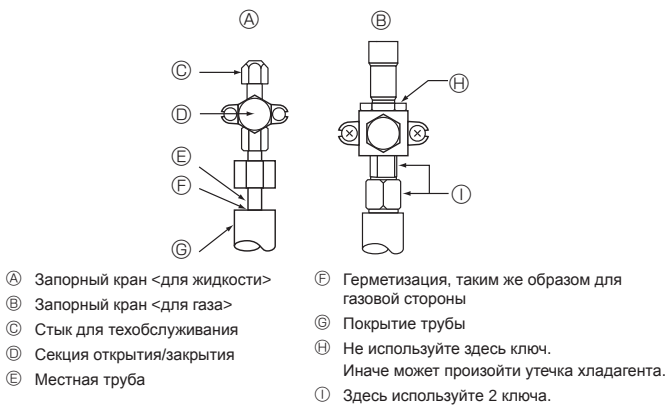

Fig. 4-5
4.4. Метод проверки герметичности трубопровода хладагента (Fig. 4-5)
- Если на этапах (2) или (3) наблюдается снижение давления, происходит утечка газа. Найдите источник утечки газа.